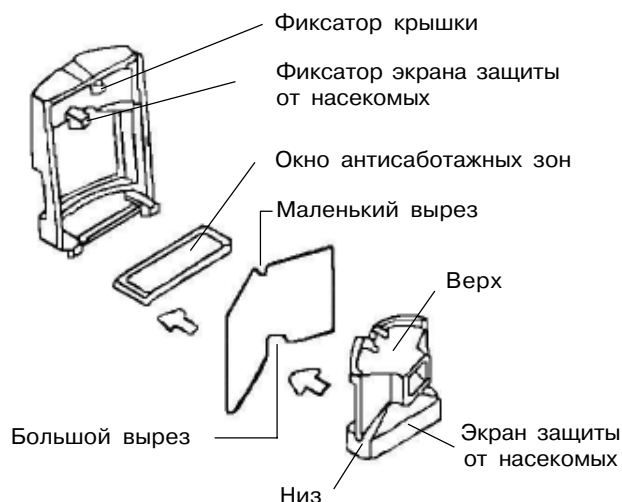

Рис.3 Порядок сборки крышки извещателя
- снимите крышку извещателя, отжав при помощи отвертки фиксатор, расположенный в верхней части крышки корпуса (рис.3);